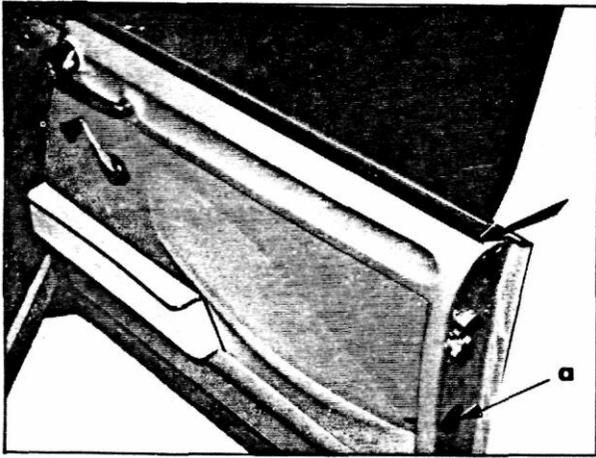

Abb. 5
1. Vordere und hintere Seitentüren (Abb. 5, 6 u. 7).